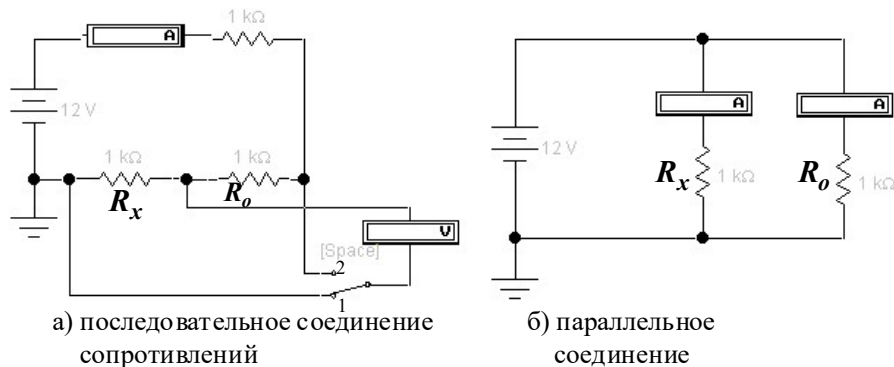

Рис. 4. Измерение сопротивления методом сравнения с образцовым сопротивлением
При измерении методом сравнения с мерой измеряемое сопротивление можно включить последовательно (рис.4а) или параллельно с образцовым сопротивлением  $R_0$  (рис. 4б).
Образцовое сопротивление  $R_0$  выбирается близким по значению к измеряемому сопротивлению  $R_x$ . В процессе измерения ток  $I$ , протекающий по сопротивлениям  $R_x$  и  $R_0$  должен оставаться неизменным. В положении 1 (рис.4а) переключателя  $K$  измеряют напряжение  $U_x$ :
Если сопротивления  $R_x$  и  $R_0$  соединены параллельно (рис. 4 б), то токи  $I_x$  и  $I_0$ , протекающие по ним, можно определить как
Схема на рис. 4а используется в случае измерения малых значений  $R_x$ , а на рис. 4б. - при больших значениях  $R_x$ .
11. Собрать схемы, представленные на рис.4. Параметры: